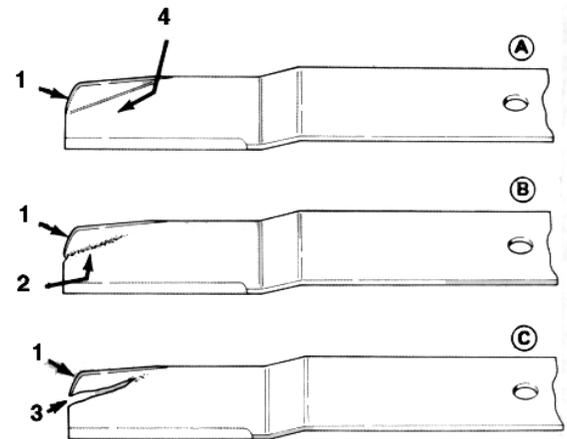

Bild 14
2. Die Schnittkanten der Messerbalken gründlich untersuchen, besonders dort, wo die flachen und gebogenen Bereiche der Messer aufeinandertreffen (Bild 14 A). Da Sand und andere Reibmittel das Metall abnutzen können, das die flachen und gebogenen Bereich miteinander verbindet, sind die Messerbalken vor Inbetriebnahme des Mähers zu kontrollieren. Sollte Abnutzung feststellbar sein (Bild 14 B), den betroffenen Messerbalken austauschen: siehe *Austauschen der Messerbalken*.
Wenn sich Messerbalken unkontrolliert abnutzen können, bilden sich Schlitz zwischen Windflügel und dem Flachbereich des Messerbalkens (Bild 14 C). Letztlich kann sich ein Stück vom Messerbalken trennen und aus der Haube ausgeworfen werden, was möglicherweise zu Verletzungen für Bediener oder Unbeteiligte führen kann.